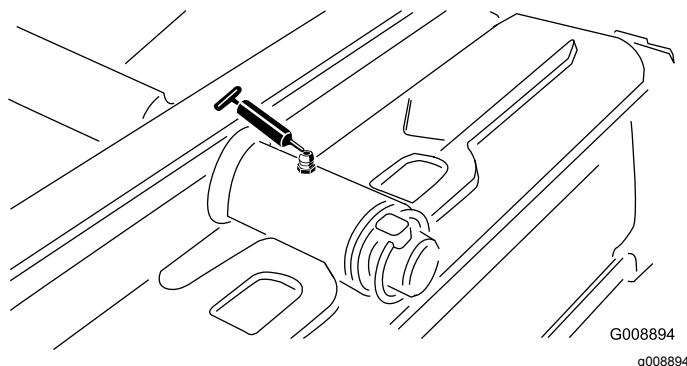

Figura 32
- Articulação da unidade de corte traseira (Figura 32)